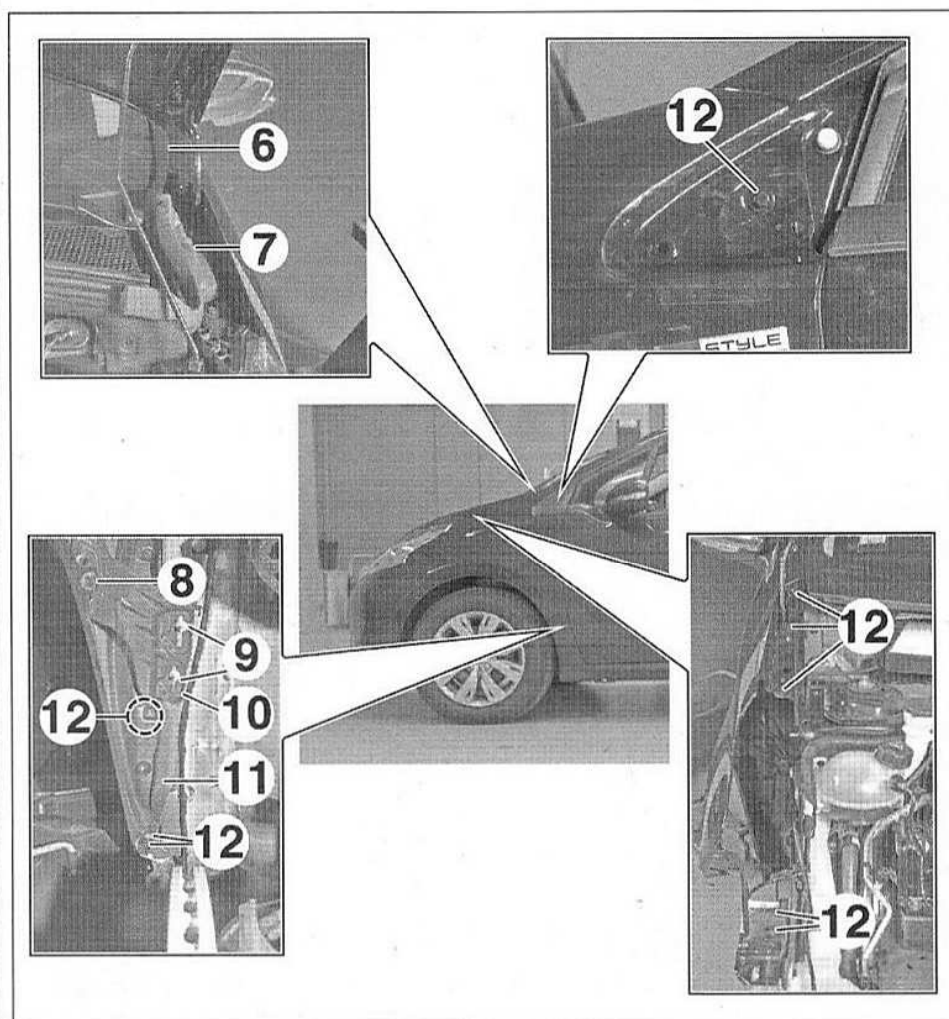

FIG.113
- Dégrafer (Fig.113) :
- le joint (6),
- l'insonorisant (7).
- l'agrafe (8),
- les écrous (9),
- le support (10),